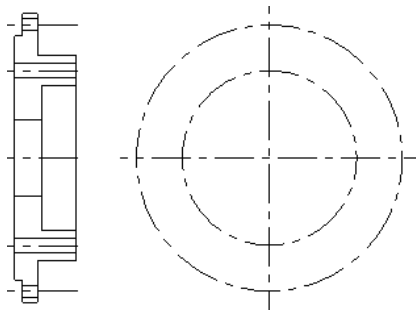

图 5-84 绘制中心圆
⑦ 绘制中心圆。单击“基础绘图”工具栏中的“已知圆心点画圆”按钮 ，以左视图中的两条中心轴线的相交点作为圆心，分别以 115 和 175 为半径绘制出通孔分布的中心圆，再单击“确定”按钮 ，操作结果如图 5-84 所示。